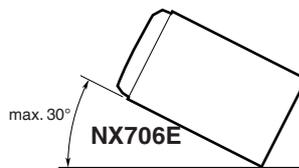

Abbildung 2
2. Der Einbauwinkel des Geräts darf höchstens 30° betragen. (Abbildung 2)